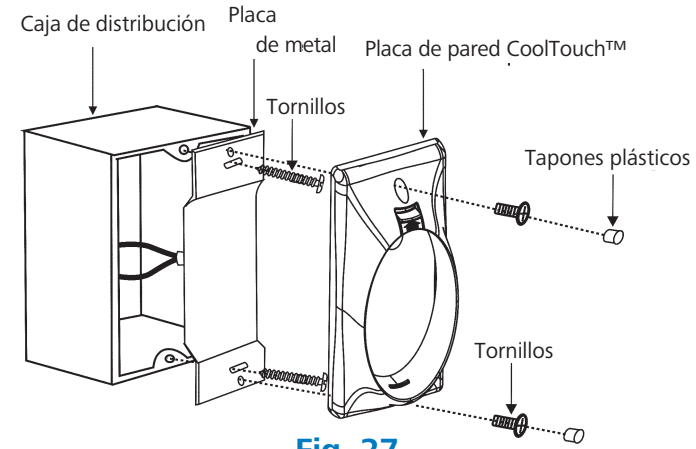

Fig. 27
**Paso 2.** Instale la placa de metal y la placa de pared CoolTouch™ en la caja de distribución de pared existente con los 4 tornillos proporcionados. Luego, coloque los dos tapones plásticos en la placa de pared. (Fig. 27)